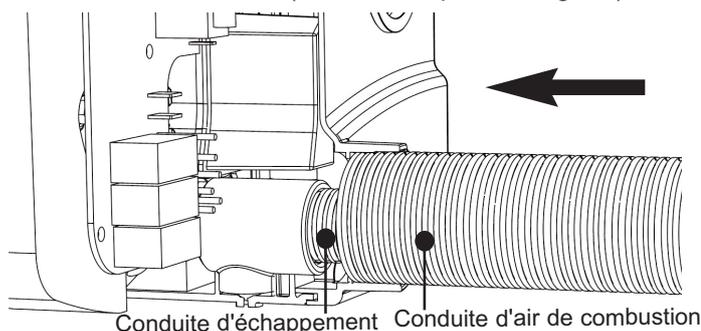

Fig. 14 Rattachement de la conduite d'air de combustion
- ii. Installez la conduite d'air de combustion sur le chauffe-eau en la faisant coulisser sur la conduite d'échappement puis raccordez-la au chauffe-eau (comme indiqué à la Fig. 14).